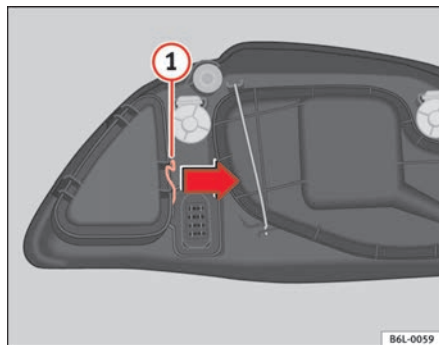

Fig. 156 Luz intermitente
- Desplace el tirante 1 ⇒ fig. 156 en el sentido de la flecha y retire la tapa.